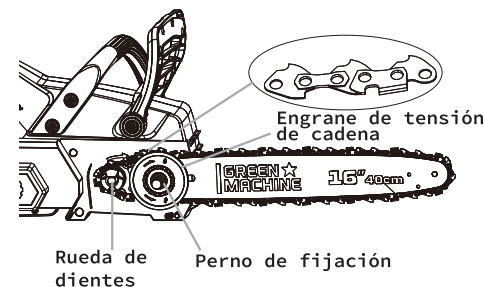

Fig. 14A
3. Conecte el engranaje tensor de la cadena con la barra guía en el perno de fijación de la carcasa, y coloque la cadena de la sierra alrededor de la rueda dentada con los dientes de corte correspondientes a la dirección del símbolo en la carcasa (Fig.14A) .
4. Gire el engranaje tensor de la cadena en el sentido de las manecillas del reloj hasta que se detenga y la tensión sea firme en la cadena (Fig.14A) .